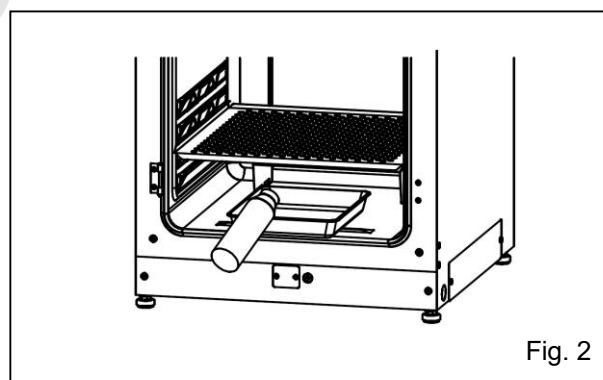

Fig. 2
4. Remettre le bac d'humidification dans l'enceinte, puis verser de l'eau distillée stérile (env. 1,5 L, préchauffée à 37 °C) dans le bac d'humidification. (Fig. 2)